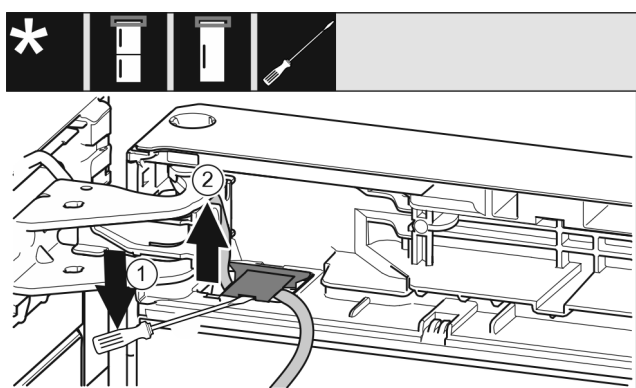

Fig. 21
- ▶ Emelje meg a fedelet lapos csavarhúzóval, és húzza ki. Fig. 21 (1)
- ▶ Húzza ki a vezetékét. Fig. 21 (2)